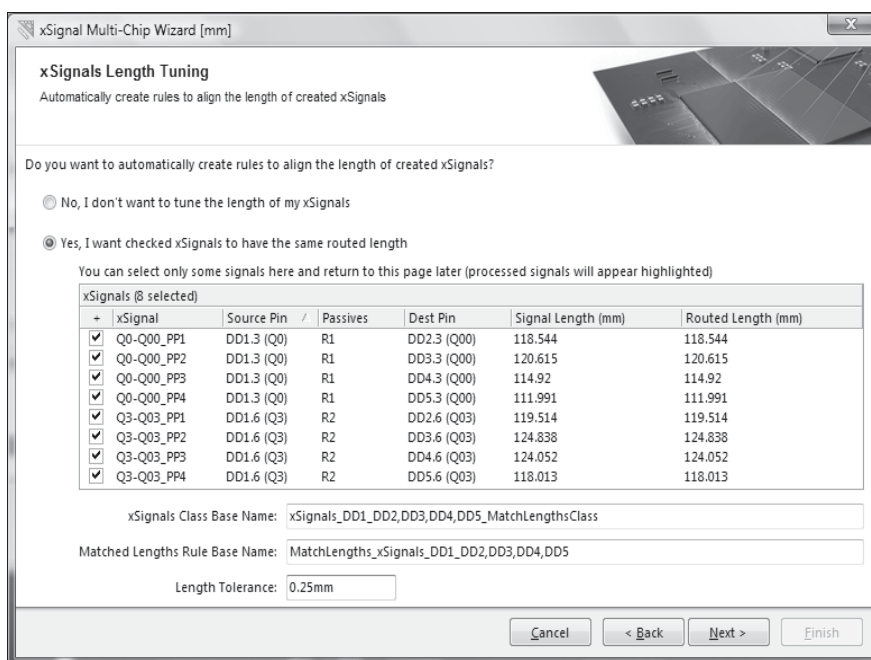

Рис. 6.47. Выбор цепей для выравнивания длины/задержки
7. На следующем шаге (**xSignals Length Tuning**) формируются правила выравнивания длины цепей X-сигналов (рис. 6.47):